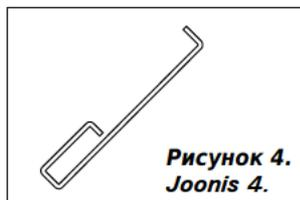

Рисунок 4.
**Внимание! При эксплуатации ручки нагреваются. Для открывания и закрывания дверцы топки и зольника используйте поставляемое приспособление (рисунок 4).**